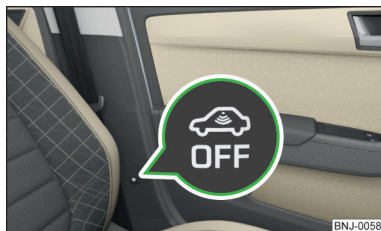

Abb. 49
- Die Taste  an der Mittelsäule auf der Fahrerseite drücken » Abb. 49, in der Taste leuchtet das Symbol  auf.